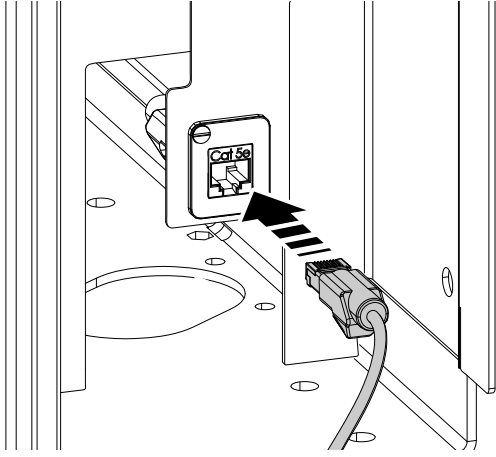

图 1 以太网电缆插入连接器
4. 将以太网电缆插入出厂时已安装的连接器的，请参阅图 1 以太网电缆插入连接器。